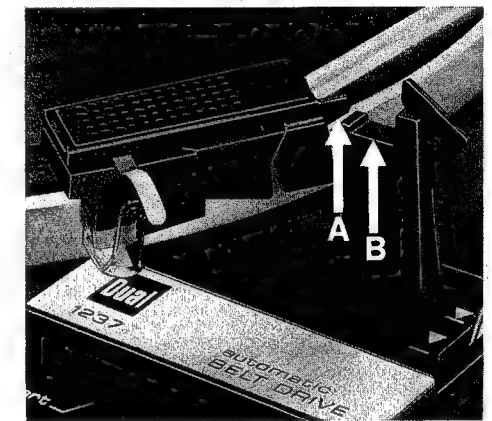

Fig. 17
Der Tonarm ist ausbalanciert, wenn Kante "A" des Tonarmkopfprofils und Kante "B" der Tonarmstütze auf gleicher Höhe sind (Fig. 17), oder wenn der Tonarm sich nach Antippen in vertikaler Richtung wieder von selbst in die horizontale Lage einpendelt. Beim Ausbalancieren des Tonarmes muß dieser von der Kinematik entkoppelt sein. Tonarmlift in Stellung Σ bringen und eventuell Plattenteller von Hand im Uhrzeigersinn (einige Umdrehungen) drehen.
Le bras de lecture est équilibré, lorsque le bord "A" du profil de la tête et le bord "B" du support du bras sont au même niveau (Fig. 17), ou lorsqu'après une légère pression verticale exercée sur le bras, celui-ci revient de lui-même à la position horizontale. Lors de l'équilibrage, le bras de lecture doit être découplé de la chaîne cinématique. Amener le lève-bras dans la position Σ et tourner éventuellement le plateau à la main dans le sens des aiguilles d'une montre (quelques tours).
The tonearm is exactly balanced when edge "A" of the tonearm head profile is at precisely the same height as edge "B" of the tonearm rest (Fig. 17), or when the tonearm, tapped vertically, returns automatically to a horizontal position. When balancing the tonearm, the automatic mechanism must be disengaged. To be sure of this, place the cue control in position Σ and turn platter by hand clockwise a few rotations.
De toonarm is uitgebalanceerd, zodra de onderzijde van "A" en de bovenzijde van "B" op gelijke hoogte blijven (Fig. 17), of wanneer de toonarm, na lichte aanraking, uit zichzelf de horizontale positie inneemt.
El brazo estará equilibrado cuando el canto "A" de la cabeza se encuentre a la misma altura que el canto "B" del soporte (Fig. 17), o cuando al hacer oscilar el brazo verticalmente este vuelva a su posición horizontal al encontrarse en reposo. Para equilibrar el brazo habrá que liberarlo de su dispositivo de accionamiento. A tal fin hay que elegir la posición **II** en el dispositivo de elevación/descenso del brazo y, eventualmente, girar con la mano el plato en sentido de las manecillas del reloj (unas vueltas).
1. Ställ nåltrycket (9) på "0" lossa tonarmen och vrid ut den från stödet.
2. Justera därefter antiskatingvisaren (12) inom nollområdet, tills tonarmen slutar att vrida sig i horisontalplanet.
3. Om tonarmen inte pendlar in och stannar i vågrätt läge, lossa fästskruven (11) och gör en grovjustering av motvikten genom att förskjuta motvikten, så att ungefärlig balans erhålles. Lås därefter åter fast motvikten med skruven.
4. Finjustera balansen genom att vrida motvikten. Tonarmen är rätt balanserad när kanten A på monteringsbryggan ligger i nivå med kanten B på tonarmsstödet (Fig. 17). Om man nu vippar på tonarmen i vertikalled, skall den av sig själv pendla tillbaka till horisontalläget. Vid utbalansering av tonarmen måste "start"/"stopp" vredet stå i neutral-läge så att tonarmen är frikopplad från automatiken. Om vredet icke står i neutral-läge, ställ tonarmsnedlägget i läge **II** och snurra skivtallriken för hand medurs några varv.
Il braccio sarà esattamente bilanciato quando lo spigolo „A" della sua estremità e lo spigolo „B" del supporto del braccio si troveranno alla medesima altezza (Fig. 17), oppure quando il braccio, dopo averlo sollevato o abbassato, si riporta da solo in posizione orizzontale. Nell'effettuare il bilanciamento del braccio, la leva di comando deve rimanere in posizione di riposo, in modo che il braccio sia svincolato dall'automatismo. Portare il sollevabraccio in posizione **II** e far fare alcuni giri in senso orario al piatto.